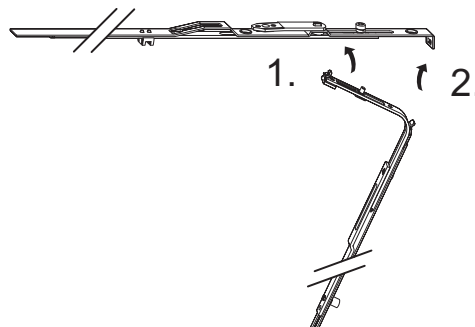

Рисунок 5: Блокаду MK.U закрепить на верхней шине
- Обрубить верхнюю шину OS.U согласно описанию и по необходимости закрепить блокаду MK.U. Смотрите рисунок 5: